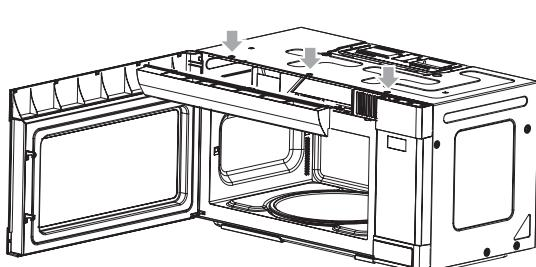

Figura 26
2. Retire los 3 tornillos de montaje de la rejilla de aire y abra la puerta. Consulte la Figura 26.